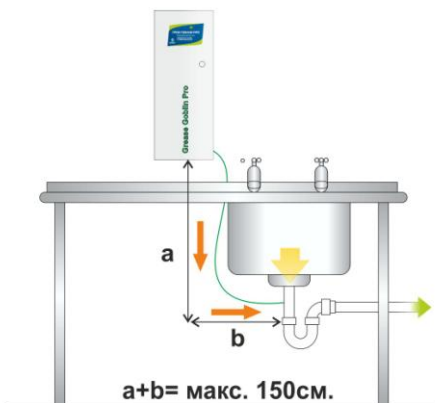
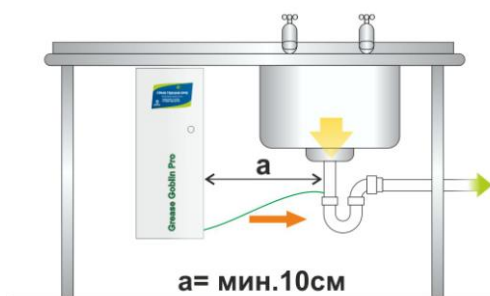

Рис.1
Рис.2
3.1.2. Система Гриз Гоблин Про монтируется на стену внутри помещения на высоте достаточной для обеспечения естественного излива активированных бактерий в систему канализации. Варианты монтажа см. Рис.1 и Рис.2